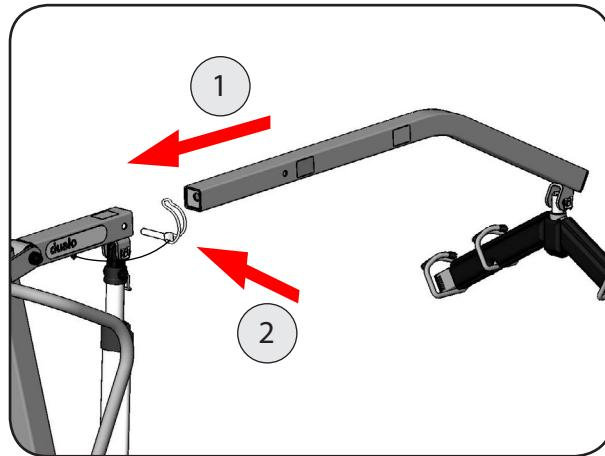

Abbildung 58
3. Stecken Sie den Hebarm standard in die Hebarmaufnahme (Abbildung 58).
4. Sichern Sie den Hebarm standard mit dem Rohrklappstecker (Abbildung 58).